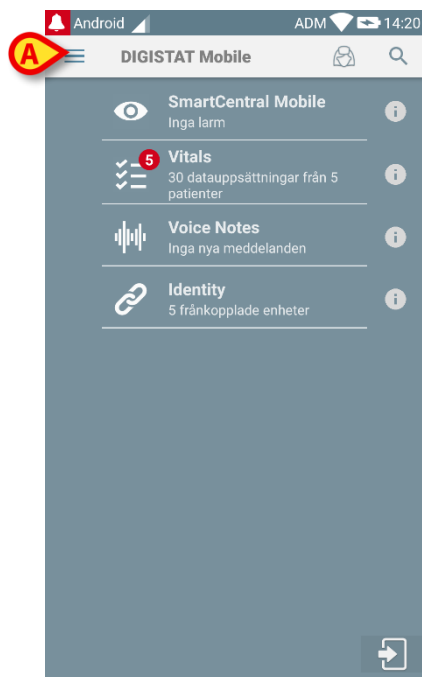

Fig 28
- Aktivera huvudskärmen hos Digistat® Mobile-applikationen (Fig 28).
- Tryck på ☰ ikonen längst upp till vänster på skärmen (Fig 28 A)